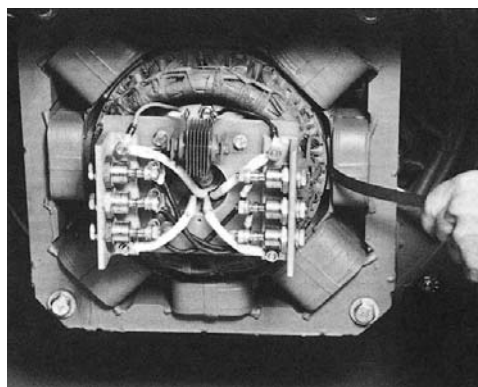

Figura 6-80
8. Verifique el espacio de aire del excitador (espacio entre la armadura del excitador y el estator) insertando una galga de espesores de 0.010 pulg. en la separación y girándola alrededor del diámetro de la armadura para asegurar que haya un espacio de aire mínimo (ver figura 6-80). Si la galga de espesores no se puede girada toda una revolución, entonces compruebe que el estator excitador no esté ladeado o que los tornillos del montaje del estator no estén flojos.